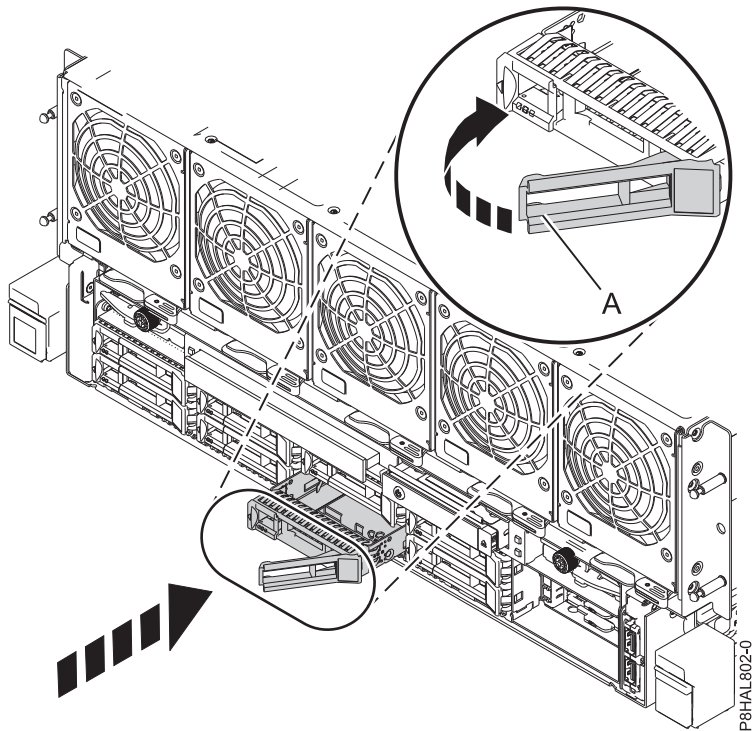

Figura 13. Instalación de una unidad de disco en un sistema 8408-44E o 8408-E8E
4. Desbloquee el asa de la bahía de unidad (**A**) ejerciendo presión y tirando de ella hacia usted. Si el asa no está extendida del todo, la unidad no entra en el sistema. Consulte la Figura 13 en la página 22.
8. Cuando el LED de identificación parpadee para la ranura seleccionada, deslice la unidad hasta el fondo de la ranura y empuje hacia adentro el asa de la bahía de unidad (**A**) hasta que quede encajada, como se muestra en Figura 13 en la página 22.